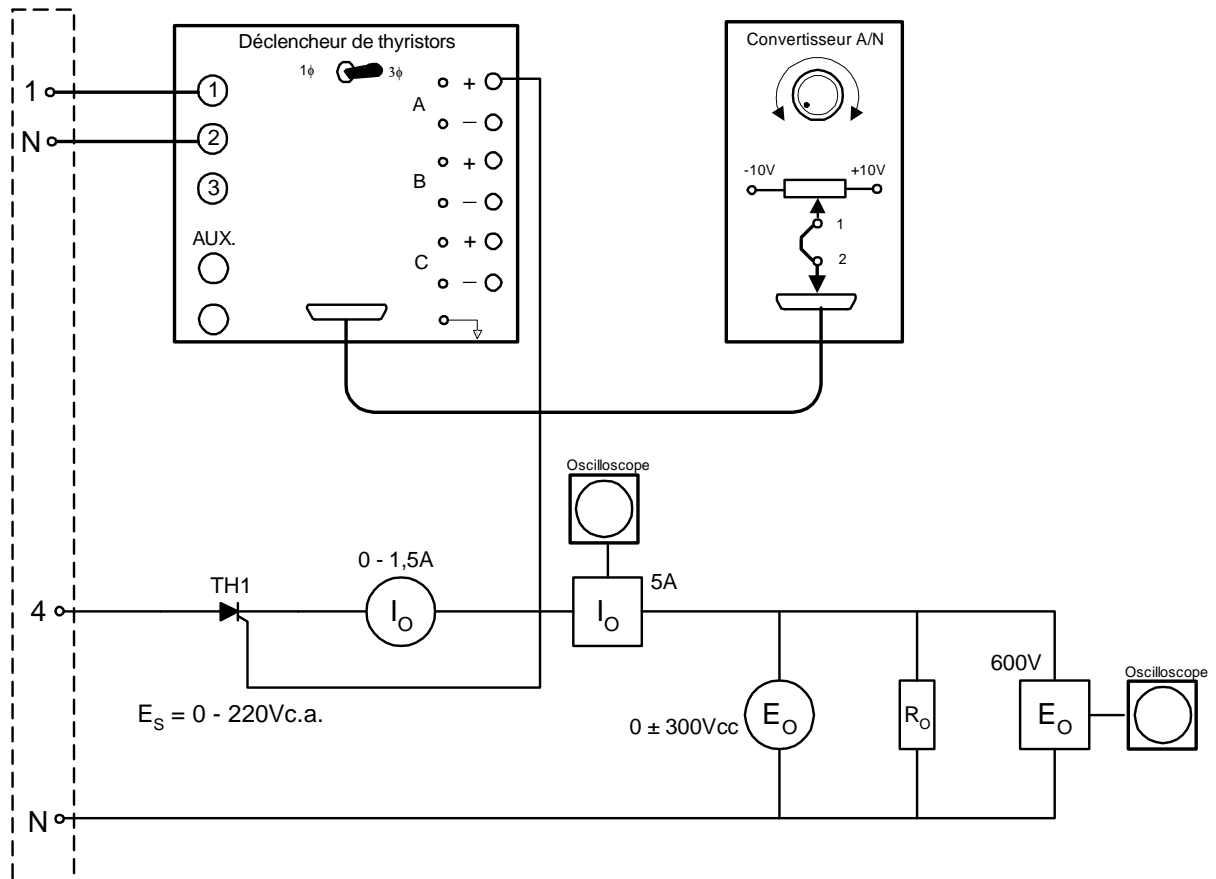

FIGURE 2-1
1. Montez le circuit de la Figure 2-1 en branchant une charge de 220 ohms.